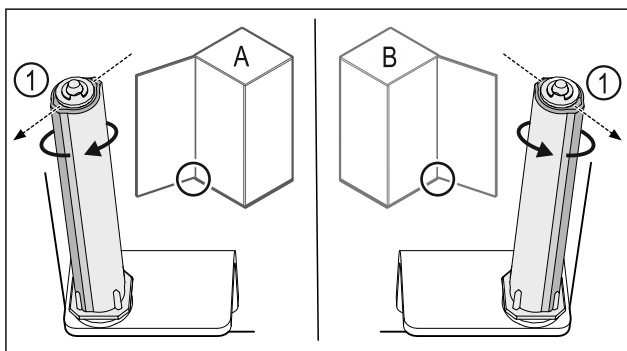

Fig. 35 Butée à gauche (A) / butée à droite (B)
- Tourner le système de fermeture contre la résistance jusqu'à ce que son arête Fig. 35 (1) pointe vers l'extérieur.